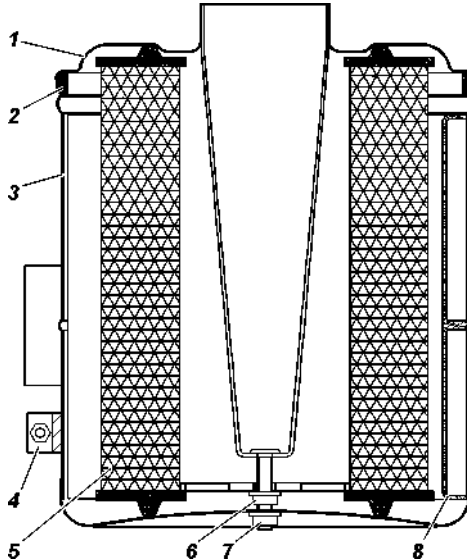

Рис. 9.9. Воздушный фильтр:
-отверните гайку хомута 4 (рис. 9.9), снимите хомут и воздушный фильтр;